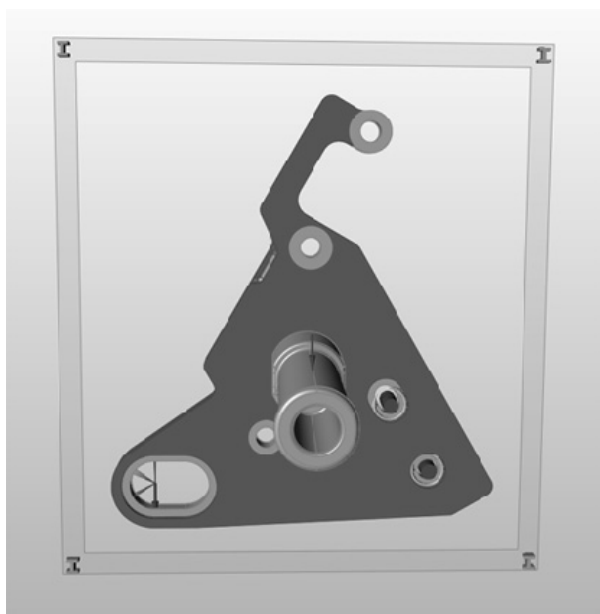

图 7-6
2) 该直立载荷工况中引用的所有力和固定约束将显示在模型视窗中。该工况中显示的力施加在直立的脚踏上，如图 7-6 所示。